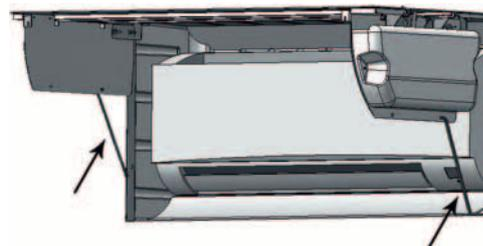

Fig. 5
4.2.5 Una volta agganciato il sistema ALAPANEL e ALAPANEL-S alla parte superiore del box, mantenerlo in posizione di apertura tramite le due astine laterali (fig. 5).